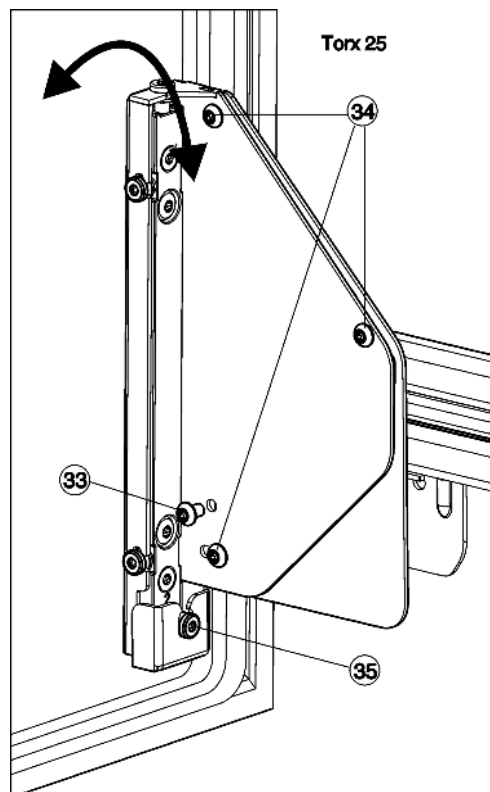

Fig. 22
- ▶ Полностью выкрутите винт Fig. 22 (33).
- ▷ Винт Fig. 22 (33) можно утилизировать, он больше не понадобится.
- ▶ Отпустите винты Fig. 22 (34) только на 1-2 оборота.
- ▶ Вращайте регулировочный винт Fig. 22 (35). По часовой стрелке: дверь вверху отклоняется от корпуса устройства. Против часовой стрелки: дверь вверху приближается к корпусу устройства, а внизу отходит от него.
- ▶ После окончания регулировки наклона снова прочно затяните все винты Fig. 22 (34).